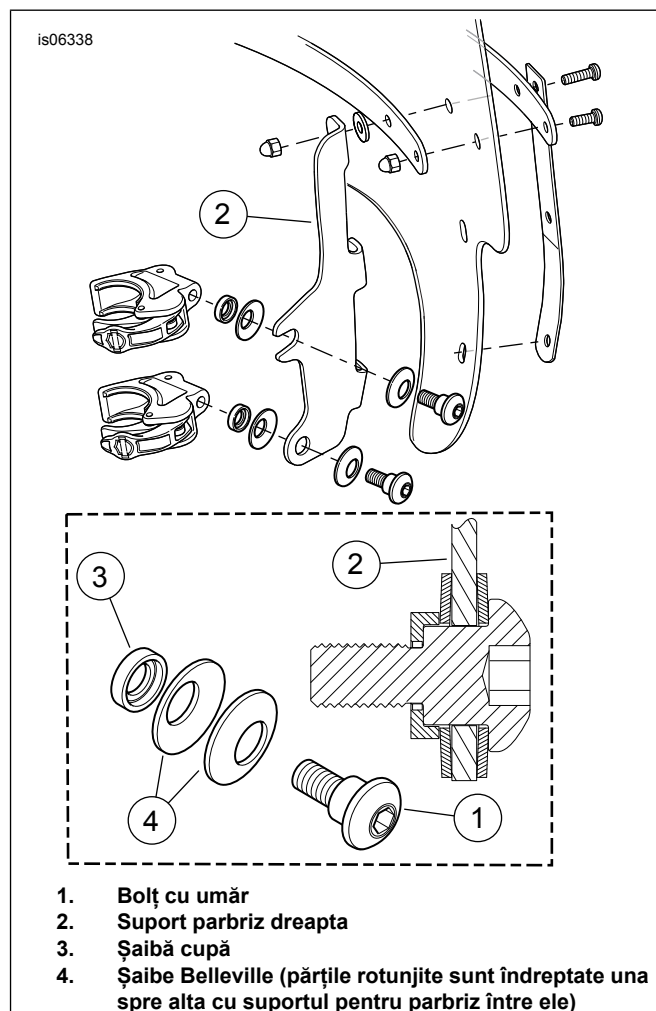

Figura 1. Cleme de montare a parbrizului (partea dreaptă afișată)
3. Asamblați lejer ansamblurile clemelor pe suporturile de montare a parbrizului în ordinea prezentată în Figura 1.